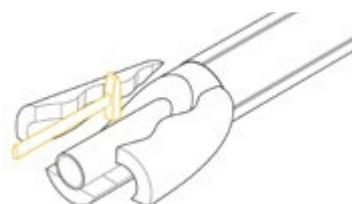

Рис. 5.6.5
**5.** Сбить молотком освобождённый от защитной оболочки слой теплоизоляции (рис. 5.6.5).